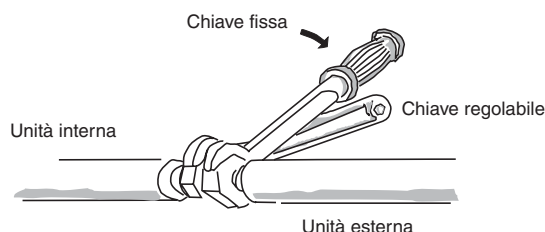

Fig. 6-6
- (1) Collegare serrando a fondo la tubazione del refrigerante del lato interno che sporge dalla parete con la tubazione del lato esterno.
- (2) Per fissare i bocchettoni, applicare la coppia di serraggio specificata a destra:
- Quando si rimuovono i bocchettoni dai raccordi della tubazione, oppure quando li si serra dopo aver collegato i tubi, accertarsi di usare 2 chiavi inglesi o a rollino come illustrato. (Fig. 6-6)